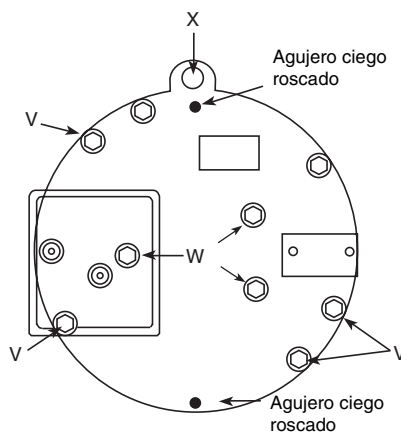

Figura 4: Parte posterior de la caja del imán
3. Retire los seis tornillos de cabeza hexagonal (V) del borde exterior de la cubierta de la caja del imán.
4. Atornille dos tornillos de cabeza hexagonal (V) en los agujeros ciegos roscados de la cubierta de la caja del imán. Esto separará de la caja del imán su cubierta y el ensamblaje del núcleo de la bobina. Vea la figura 4.
5. El agujero de levantamiento (X), situado en la cubierta de la caja del imán, sirve de ayuda para desmontar el ensamblaje de la bobina. Saque de la caja del imán el ensamblaje de la bobina y el núcleo.